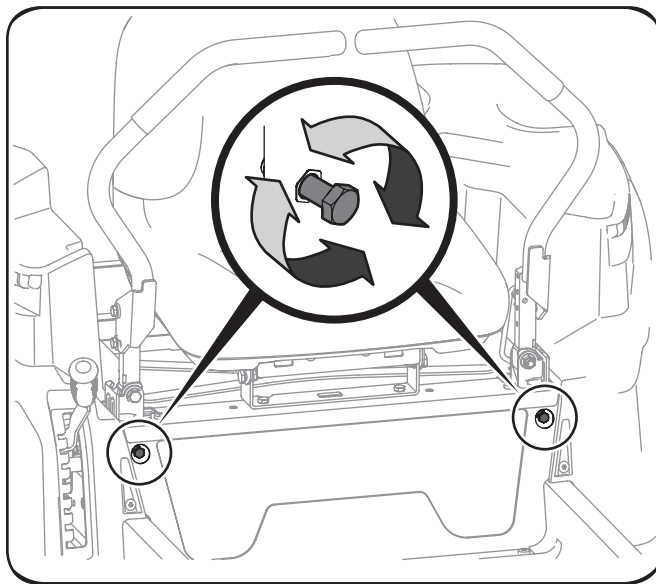

Figura 6-9
2. Ubique los pernos del ajuste de detención de las palancas de control de la transmisión que están en el frente del marco del asiento. Vea la Figura 6-9.